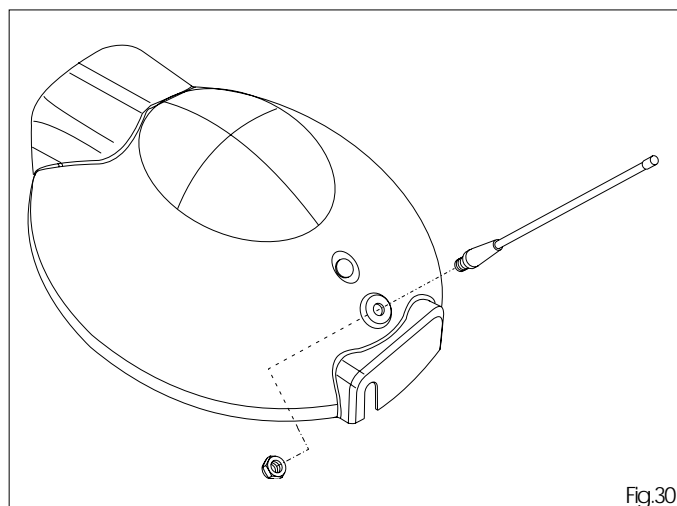

Fig.30
8.3 Tourner le carter de manière frontale, insérer l'antenne et bloquer de l'intérieur avec un écrou (fig.30).